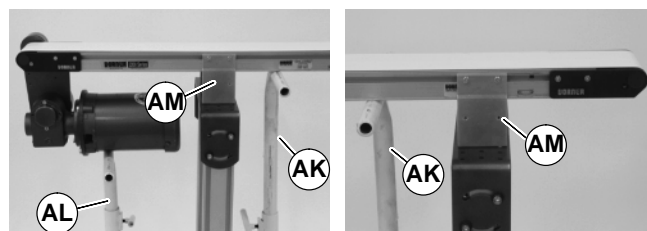

Abbildung 19
1. Tragstützen vorübergehend (AK siehe Abbildung 19) an beiden Enden des Förderbandes platzieren. Eine weitere Tragstütze unter dem Antriebsmotor (AL), falls damit ausgerüstet, platzieren. Siehe **WARNHINWEIS**.
2. Die Installationsträger (AM siehe Abbildung 19) von einer Seite des Förderbandes entfernen. (Die Schritte in umgekehrter Reihenfolge wiederholen 3 u. 4, siehe Abschnitt „Installationsträger“ auf Seite 6.) Falls mit Montagesatz für schwere Lasten ausgestattet, die Installationsträger von der Seite gegenüber der Antriebsabdeckung (AN siehe Abbildung 20) entfernen.
1. Sicherstellen, daß Tragstützen vorübergehend (AK siehe Abbildung 19) an beiden Enden des Förderbandes platziert werden. Eine weitere Tragstütze unter dem Antriebsmotor (AL), falls damit ausgestattet, platzieren. Siehe **WARNHINWEIS**.